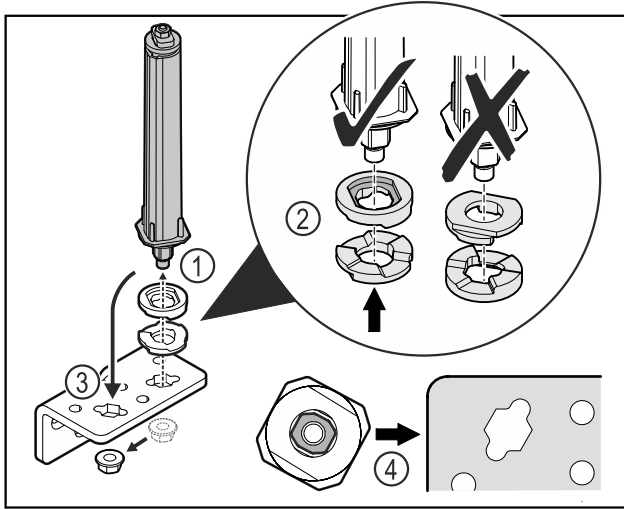

Fig. 40
- ▶ Atlaisvinkite veržlę ir pašalinkite durų uždarymo sistemą Fig. 40 (1).
- ▶ Atkreipkite dėmesį į tai, kad aukščio reguliavimo poveržlės būtų tinkamai išlygiuotos Fig. 40 (2).
- ▶ Perkelkite durų uždarymo sistemą šarnyriniame kampuotyje ir užfiksuokite veržlę Fig. 40 (3).
- ▶ Įstatydami atkreipkite dėmesį į tai, kad durų uždarymo sistema būtų tinkamai išlygiuota Fig. 40 (4).